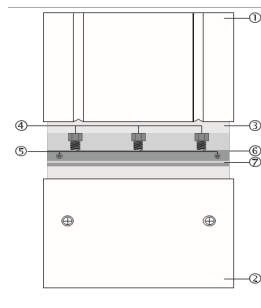

Рис.2
### Описание к рис. 2:
### Замена рижучих лезвий (рис. 2)
6. Регулировка высоты блока фиксации лезвия выполняется за счет использования двух винтов настройки высоты (см. П.5 Рис.2): вращение каждого винта годичковой стрелке поднимает соответствующую ему сторону блока. И наоборот, вращение винтов против часовой стрелки будет опускать блок фиксации лезвий относительно задней плиты (электрорубанок может не комплектоваться ключом для регулировки винтов высоты)